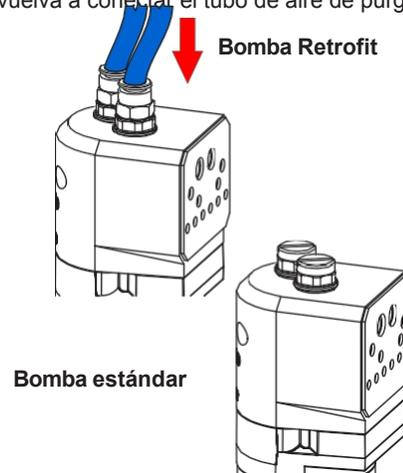

Figura 18 Reinstalación del tubo de aire de purga
4. Véase la figura 18. Instale los conjuntos de tubos de fluidización en el cuerpo de la bomba. Apriete los tapones de acceso y vuelva a conectar el tubo de aire de purga.